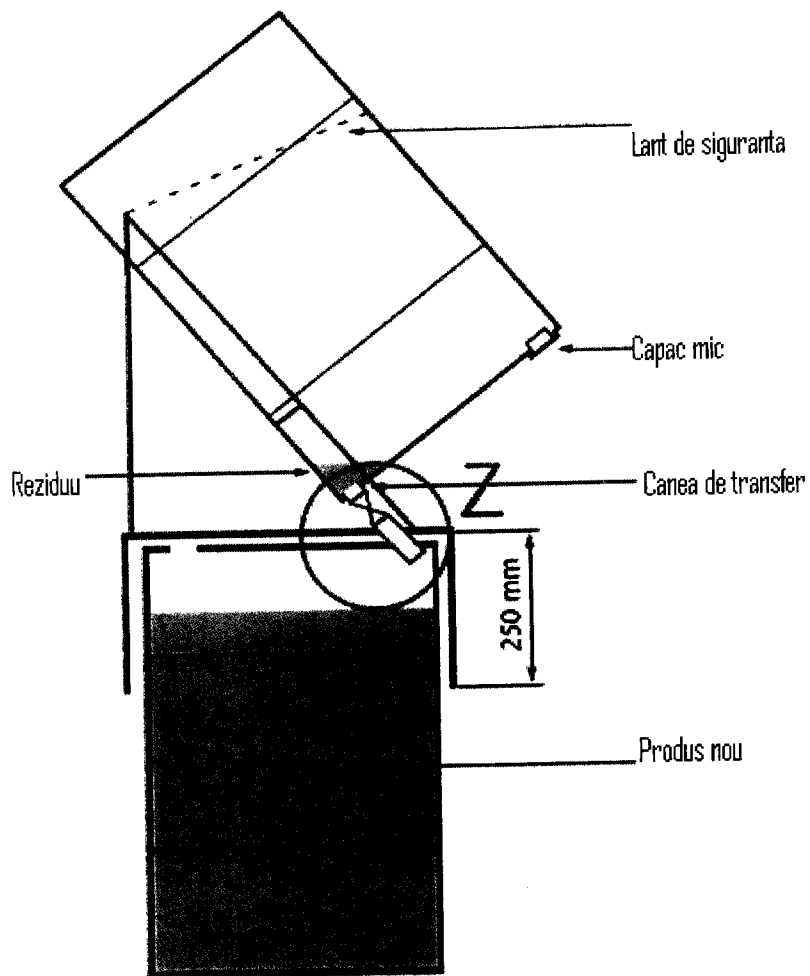

Fig. II.1
1.1 Cand in butoi mai raman cca. 10-15 kg acesta se goleste intr-un butoi plin pentru a se reduce pierderile si a impiedica deteriorarea produsului. Modul de scurgere este prezentat in figura II.1.